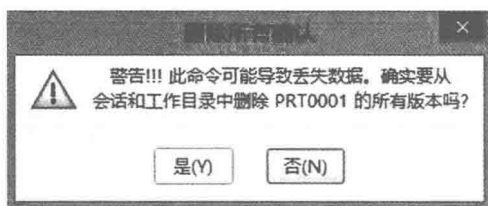

图 1-10 “删除所有确认”对话框
(1) 删除所有版本文件方式
①选择菜单栏中“文件”下拉菜单中的“删除”命令中的“所有版本”选项，系统将弹出如图 1-10 所示“删除所有确认”对话框；
②单击“是”按钮，则删除当前零件的所有版本文件。